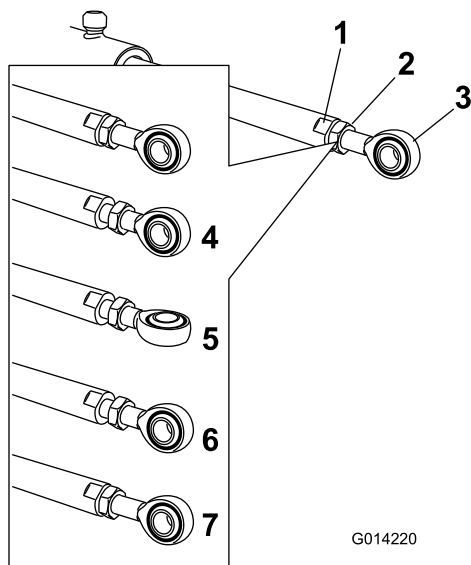

Figura 65
5. Utilizzate una chiave sui lati piatti dell'asta dell'attuatore per fermarla e allentate quindi il controdado per manipolare l'asta dell'occhiello (Figura 65).
- Girate l'asta dell'occhio nell'asta dell'attuatore per accorciare o allungare l'attuatore esteso nella posizione desiderata (Figura 65).